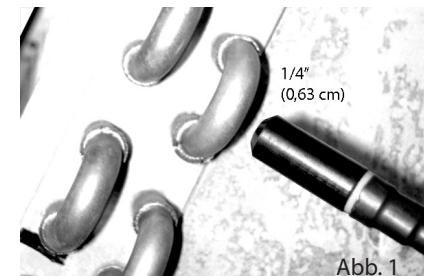

Abb. 1
- Die Stabspitze sollte ziemlich nahe an die Leitung gehalten werden. Zur Erkennung geringer Leckagen soll sie nicht mehr als 0,63 cm (1/4 Zoll) entfernt sein. In derartigen Fällen kann die Spitze mit der zweiten Hand entlang der Kältemittelleitungen geführt werden. Siehe Abbildung 1.